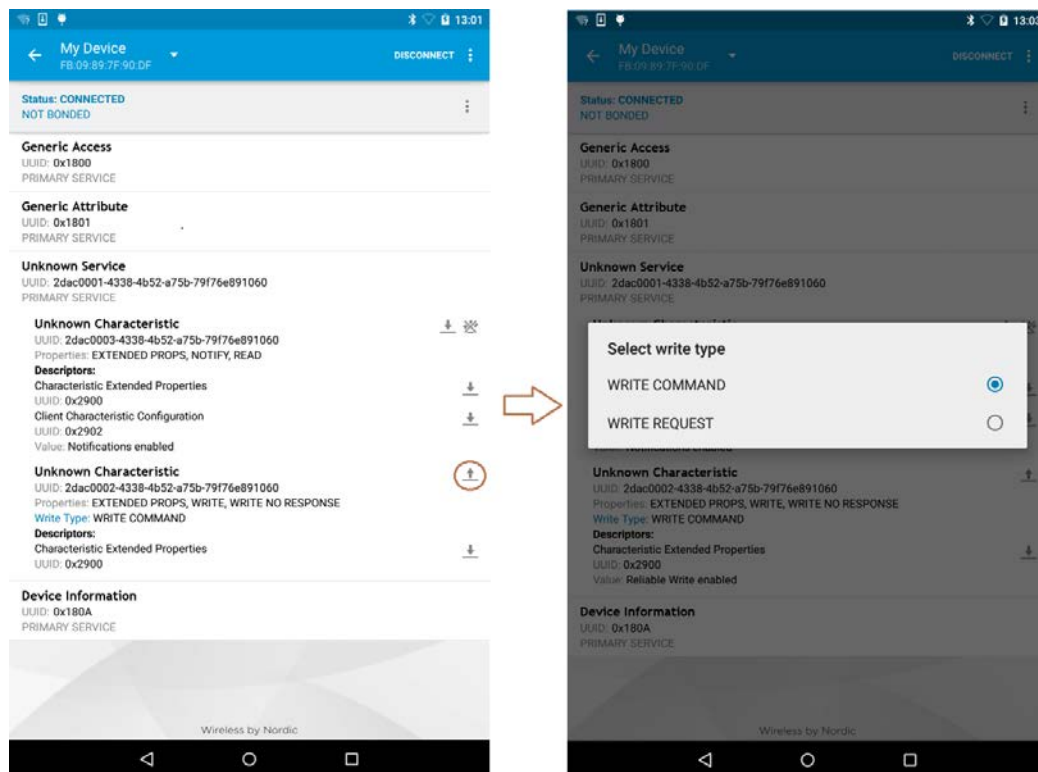

図 2-15 書き込みタイプの設定
5. 図 2-15のように「Write value」ダイアログ・ボックスにあるデータタイプを「TEXT」に選択します。「Hello」テキストメッセージを入力してから、「SEND」をタップして、スマート端末から BLE モジュールに無線送信します。パソコン「Rs232cTool.exe」ウィンドウ下部コンソールに“->受 Hello”のようなメッセージが表示され、スマート端末→パソコン通信成功を示します。